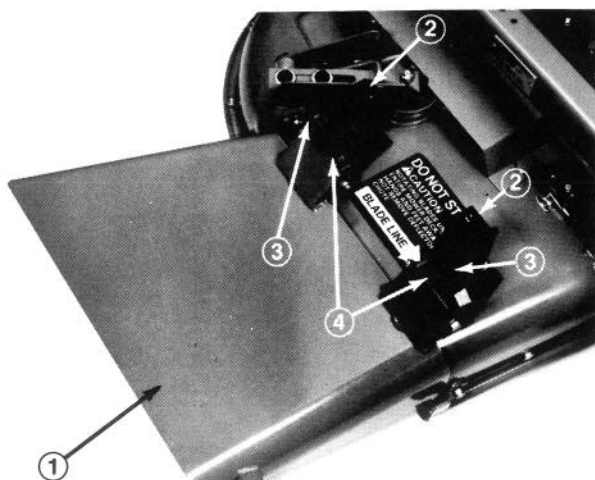

Fig. 23
2. Anbring græsudkastets monteringer på ydersiden af drejebeslagene (følger med sættet) og fastgør delene med de skruer, låsemøtrikker og skiver, som tidligere blev afmonteret (Fig. 23). De to låsemøtrikker skal vende mod hinanden. Stram låsemøtrikkerne, indtil de er i flugt med græsudkastets drejeled.